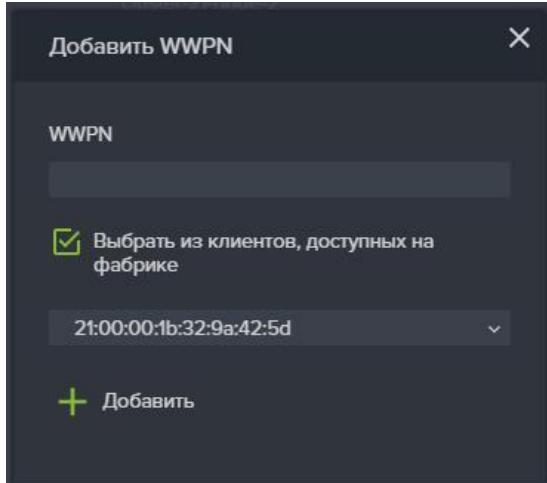

Рисунок 108. Окно добавления WWPN
8. Выберите из выпадающего списка нужный wwpn клиента (см. Рисунок 108);